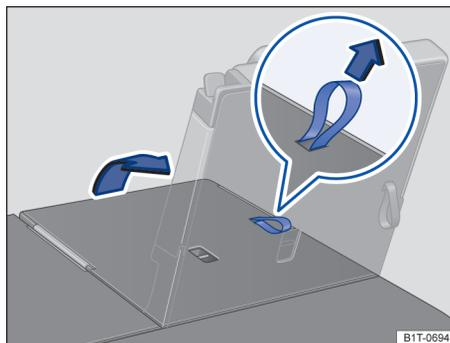

图 86 第三排座椅。翻回后座椅
- 拉起后座椅靠背→图 86 上的锁止拉环，即可翻回后座椅靠背。或：用手从车内翻回后座椅靠背。